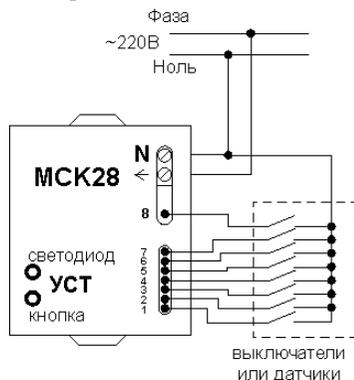
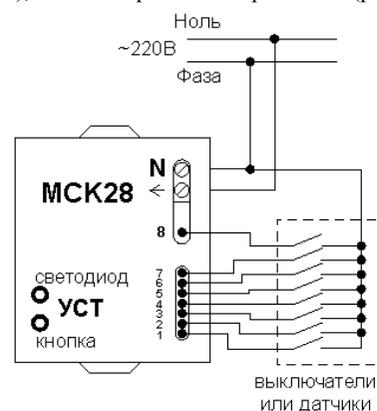

Рис. 2. Схема подключения.
Рис. 3. Схема подключения с обратным направлением фазы.
- 2.2. Подключить провода согласно рис. 2;
- 4.1. Подключение сети 220В. Фазу и ноль можно подключать как в прямом направлении (рис. 2), ток и в обратном направлении (рис. 3).
- 4.2. Подключение группы универсальных выключателей производится согласно рис. 2.